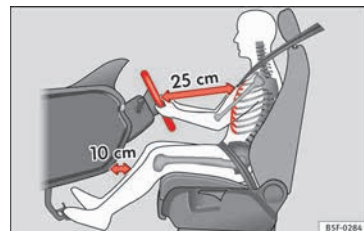
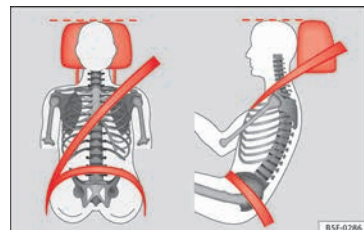

Abb. 64 Der richtige Abstand des Fahrers zum Lenkrad.
Abb. 65 Richtiger Gurtbandverlauf und richtige Kopfstützeinstellung.
- Sitzeinstellung so vornehmen, dass der Abstand zwischen Lenkrad und Brustbein mindestens 25 cm beträgt »» **Abb. 64** und das Lenkrad mit beiden Händen und leicht gebeugten Armen seitlich am äußeren Rand festgehalten werden kann.
nen durchgetreten werden können und der Abstand zur Instrumententafel im Kniebereich mindestens 10 cm beträgt »» **Abb. 64**.
Kopfstütze positionieren »» **Abb. 64** und »» **Abb. 65**.
Den richtigen Abstand zwischen Fahrer und Lenkrad »» **Abb. 64** mit Hilfe der Bedienelemente am Fahrersitz einstellen »»  **Seite 12**.